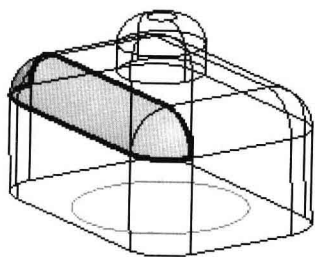

图 1.6
- (1) 选择过滤器“面组”。
- (2) 选择模型。
- (3) 在工具栏中单击  按钮，然后单击  按钮。
- (4) 单击“选项”按钮，选择“复制内部边界”选项。
- (5) 选择边线，如图 1.6 所示。